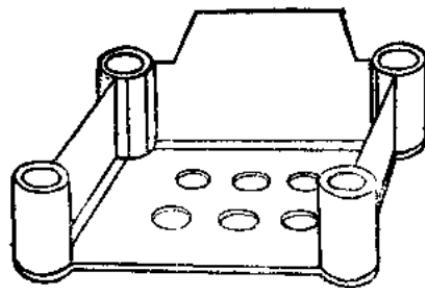

图 10
v. 上横梁面、上横梁柱套与上横梁厚度 按表中及图 10、11 所示，用硬卡纸和铅画纸做两块上横梁面与四只柱套。